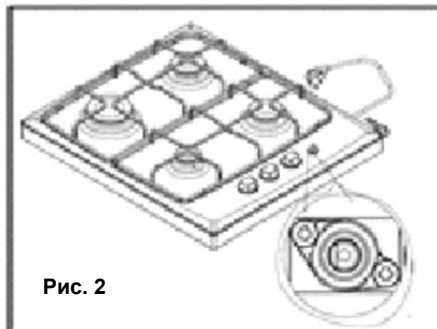

Рис. 2
- Отверстие под панель в столешнице должно быть таким, как показано на рисунке. (Рис. 2 / Рис. 3)
- Расстояние между основанием варочной панели и перегородкой должно быть не менее 25 мм. (Рис. 2)
- Расстояние между верхней частью варочной панели и другим устройством (например, вытяжкой) должно быть не менее 700 мм. (Рис. 2)